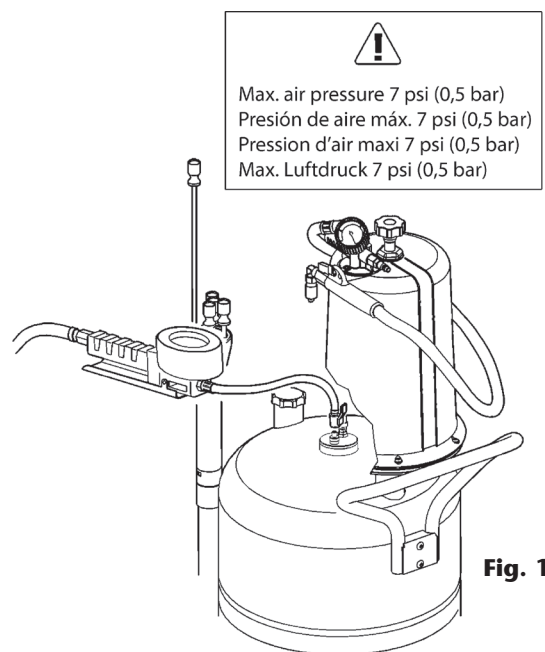

Fig. 12
2. Kappe vom Auslaufschlauch entfernen. Schlauch in ein Faß oder einen Tank stecken (11).
4. Mit einem Reifen-Prüfgerät den Druck im Behälter auf 7 psi (0,5 bar) bringen (Bild 12) und dann das Ventil am Auslaufschlauch öffnen. Diesen Vorgang solange wiederholen, bis der Behälter leer ist. Es ist auch möglich den Behälter zu leeren, wenn die Druckluft angeschlossen und das Ablaufventil geöffnet bleibt. Wenn der Behälter leer ist, Ventil schliessen und Kappe wieder auf den Auslaufschlauch setzen.